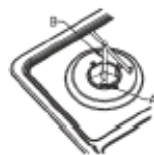

Fig 6
Acest aparat este reglat pentru gaz natural la NUMAI 20 mbar Plita este potrivit pentru o conversatie la butan gaz petrolier lichid (G30) la 28-30mbar și propan (31) la 37 mbar în conformitate cu procedura următoare folosind kit-ul fumizat. Înlocuiți injectoarele cu injector corespunzătoare din tabelul de pe pagina de mai jos. (Vezi fig. 6). Mai întâi scoateți capacele arzătorului și inele și cu o cheie soclu "B", deșurubați injector de "A" (vezi fig. 6).